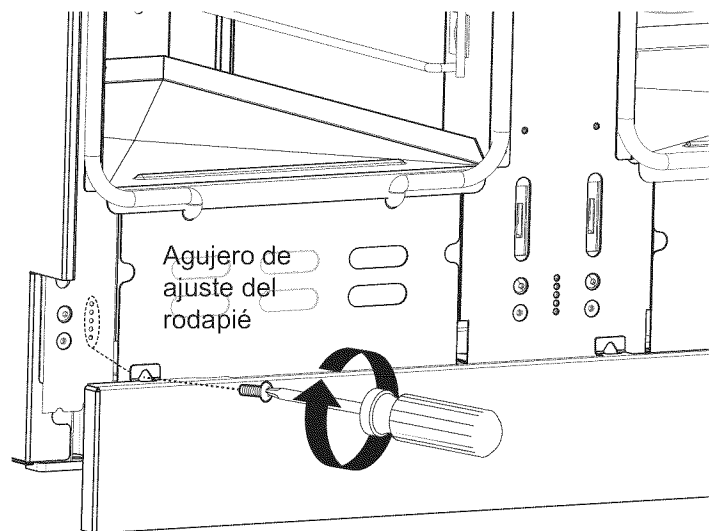

Figura 32: Ajuste del rodapié
3. Coloque el rodapié en una de las cinco posiciones de los agujeros para los tornillos, como se ve en la *Figura 32*. Reinstale los tornillos Torx.